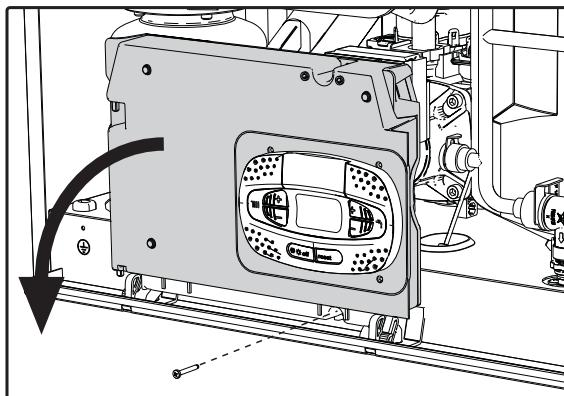
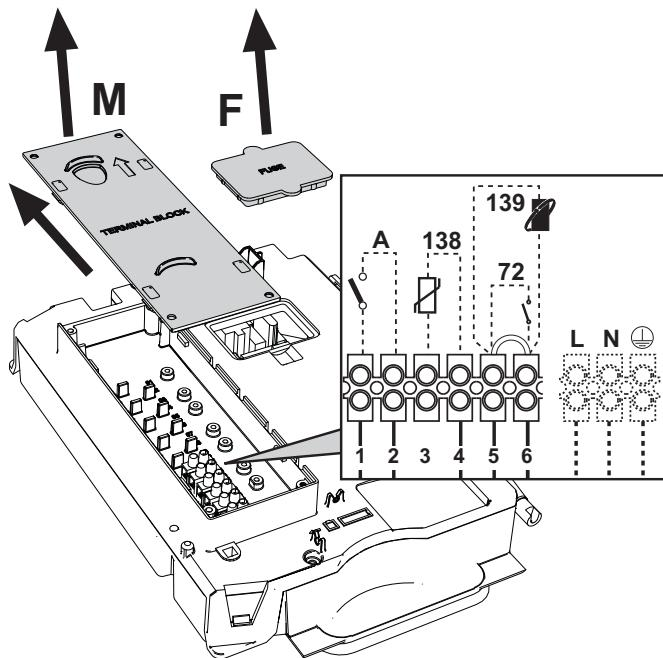

fig. 19
fig. 20
Dopo aver tolto il pannello frontale ( sez. "Apertura del mantello frontale e del pannello della camera stagna" a pag. 32) è possibile accedere alla morsettiera (M) e al fusibile (F) seguendo le indicazioni descritte di seguito (fig. 19 e fig. 20). **I morsetti indicati nella fig. 20 devono essere a contatti puliti (non 230V).** La disposizione dei morsetti per i diversi allacciamenti è riportata anche nello schema elettrico alla fig. 42.
Configurazione Interruttore ON/OFF (A fig. 20)